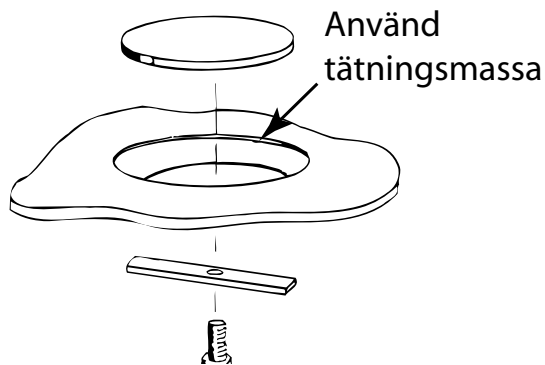
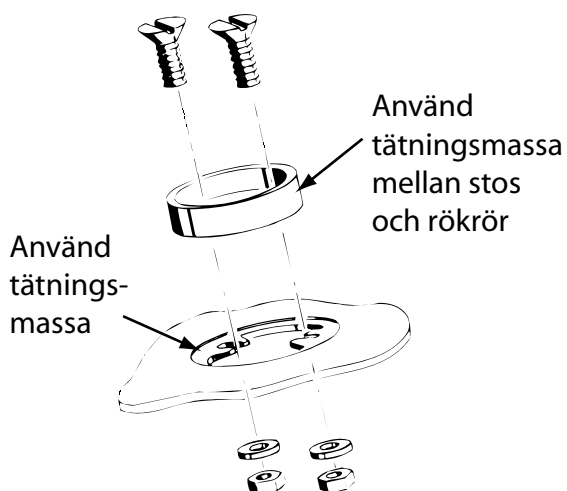

Bild 2: Montering av täcklock
Bild 4: Montering av stos
4. Vid anslutning bakåt eller i sidled avlägsnar du blindlocket där rökuttaget önskas. Därefter monterar du rökstosen enligt Bild 4, använd tätningssmassa. Ett särskilt täcklock medföljer din kamin om du vid ett senare tillfälle önskar flytta rökuttaget, se Bild 2.